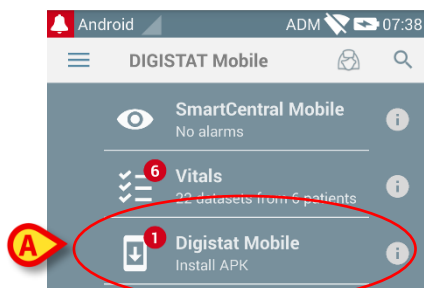

Fig 15
- Tik op de regel in Fig 15 **A**.